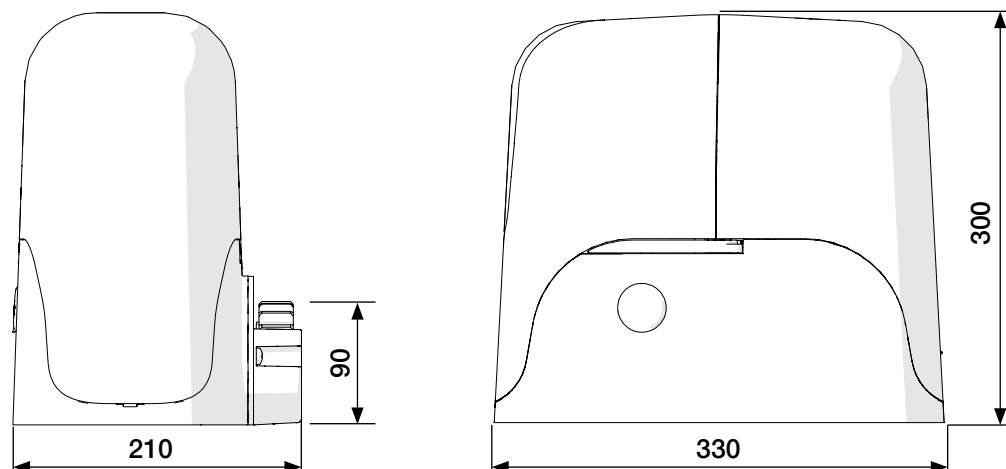

Fig. 2 IT - Installazione tipica
- Waga i wymiary bramy lub drzwi muszą zawierać się w maksymalnych granicach zastosowania wskazanych na Rys.2
Na rys.2 przedstawiono tytułem przykładu typowy sposób instalacji:
- W przypadku uszkodzeń lub braku zasilania: W oczekiwaniu na interwencję Państwa instalatora lub na powrót energii elektrycznej, jeśli instalacja nie jest wyposażona w baterię rezerwową, system automatyki może zostać uruchomiony jako urządzenie niezaautomatyzowane. W tym celu należy przeprowadzić odblokowanie ręczne (rys.2).
Odblokowanie i przesuw ręczny: przed wykonaniem tej czynności, należy zwrócić uwagę na fakt, iż odblokowanie może mieć miejsce tylko wtedy, gdy skrzydło jest nieruchome (rys.2).